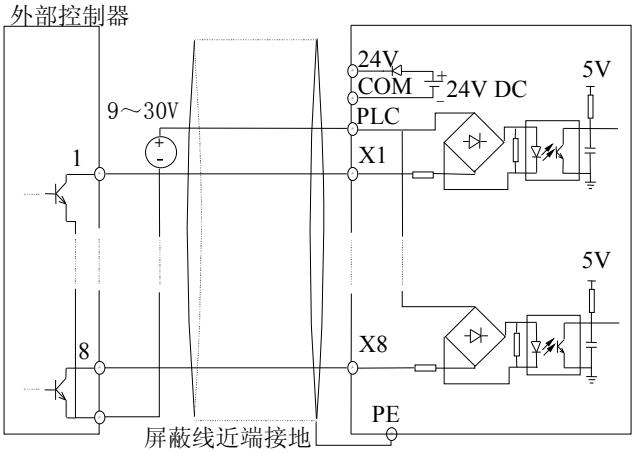

图 2-18 使用外部电源的源极连接方式
3) 使用外部电源的源极连接方式：（注意去除PLC与24V端子间的连接线），如图2-18所示。